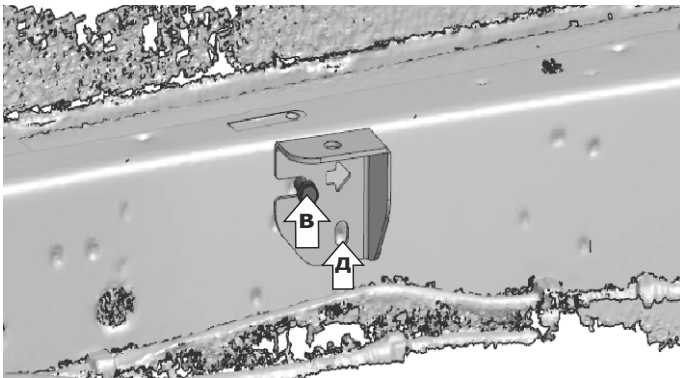

Рис.3 Левая сторона
4. Завести левый кронштейн открытым пазом на закрученный болт М8х25 (В) и закрепить, закрутив болт М8х25 в штатную резьбу (Д) (рис.3).